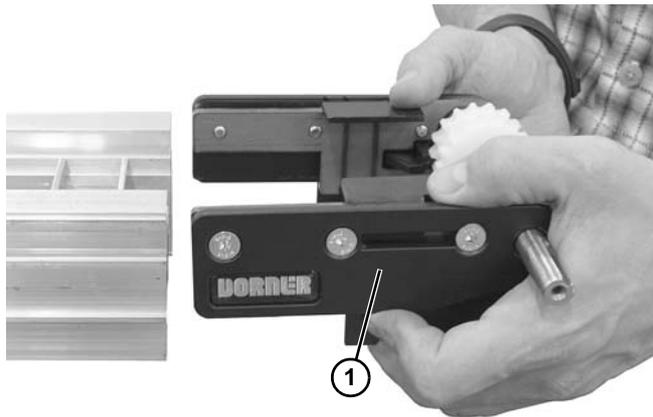

Abbildung 44
5. Kopfantrieb (Abbildung 44, Teil 1) vom Förderband abnehmen.